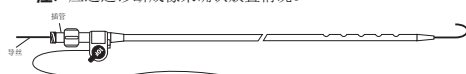

图 6
- 将导管/套管组件套在相应的导丝上，向前推进到积液部位内。导管内可容纳直径为 0.97 mm (0.038 英寸) 的导线。参见图 6。